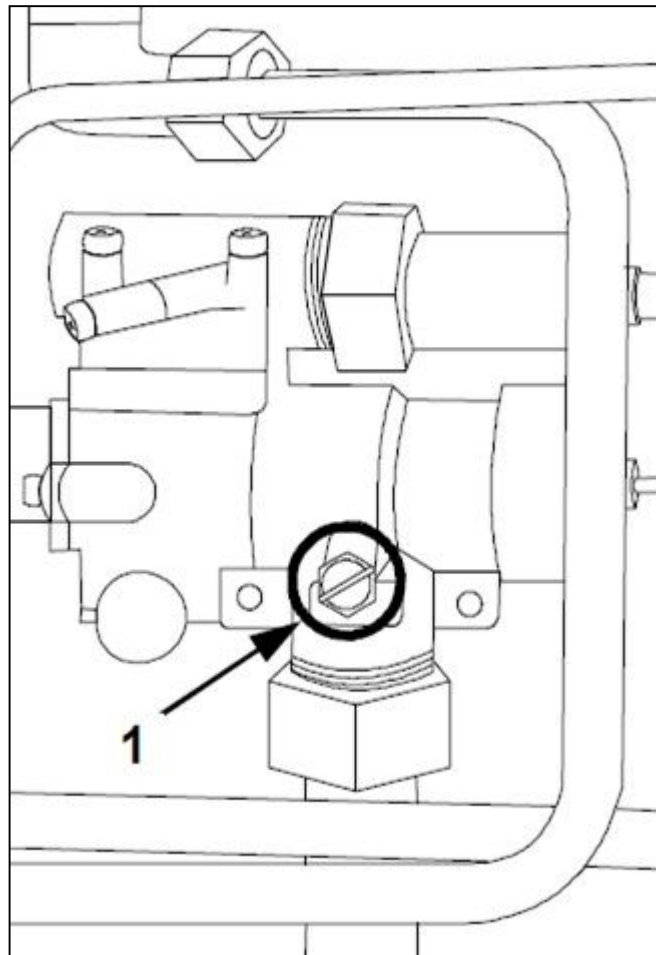

FIG.7
- 2) Enlever la vis de maintien du clapet de sûreté (robinet général); (FIG.7-Réf.1)
- 7) Revisser la vis de la prise de pression d'alimentation (FIG.7-Réf.1);